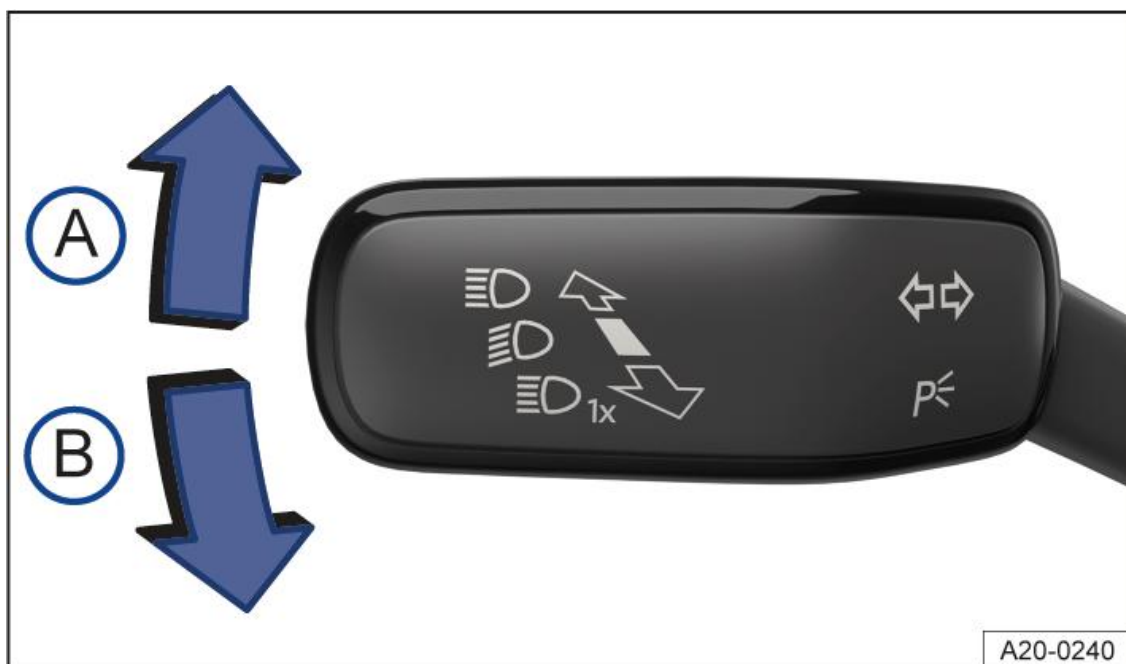

Fig. 1 La leva degli indicatori di direzione e degli abbaglianti, sul lato sinistro del piantone dello sterzo
2. Mettere la leva degli indicatori di direzione e degli abbaglianti dalla posizione centrale in quella seguente → *fig. 1* :